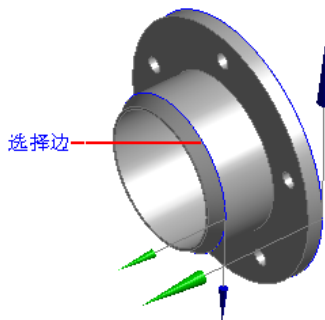

图 2-69 选择模型的边
**步骤 04** 利用上面的方法执行从边生成线体命令, 单击选择如图 2-69 所示的圆边, 在参数设置列表中单击 **Apply** 按钮。